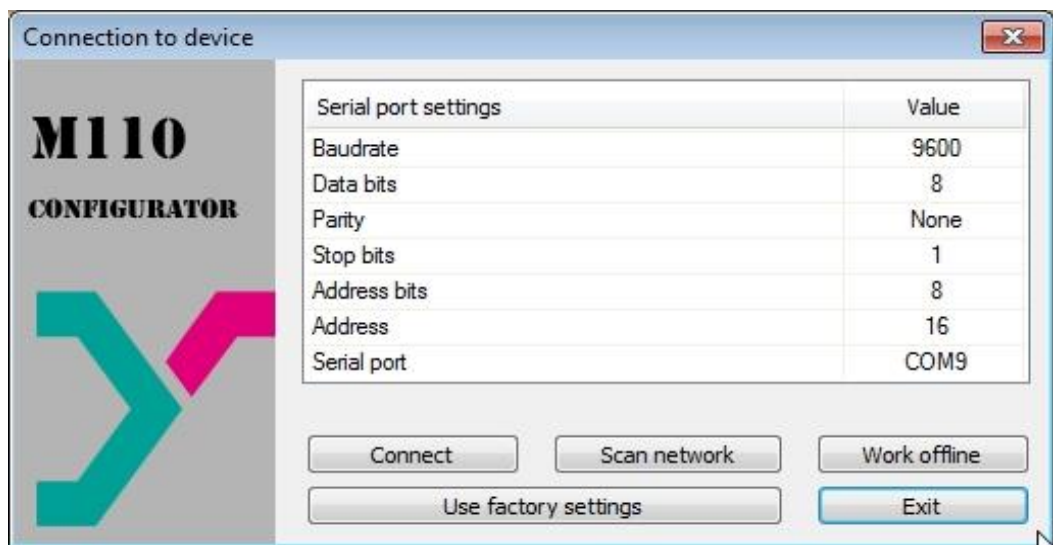

Fig. 8.1 Ventana de inicio del software de configuración
- En la ventana “Connection to device” establecer los parámetros por defecto (Ver tabla 8.1) o hacer click en el botón “Use factory settings” (Ver Fig. 8.1)